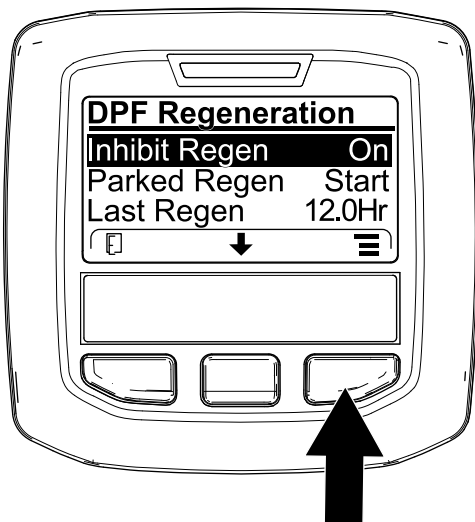
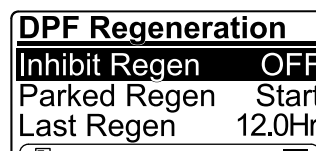

Figura 44
Figura 45
1. Accesați meniul DPF Regeneration (Regenerare DPF), apăsați butonul central pentru a derula în jos la opțiunea INHIBIT REGEN (Inhibare regenerare) și apăsați butonul din dreapta pentru a selecta accesarea Inhibit Regen (Inhibare regenerare) (Figura 44).
la Oprire (Figura 44) sau de la Oprire la Pornire (Figura 45).